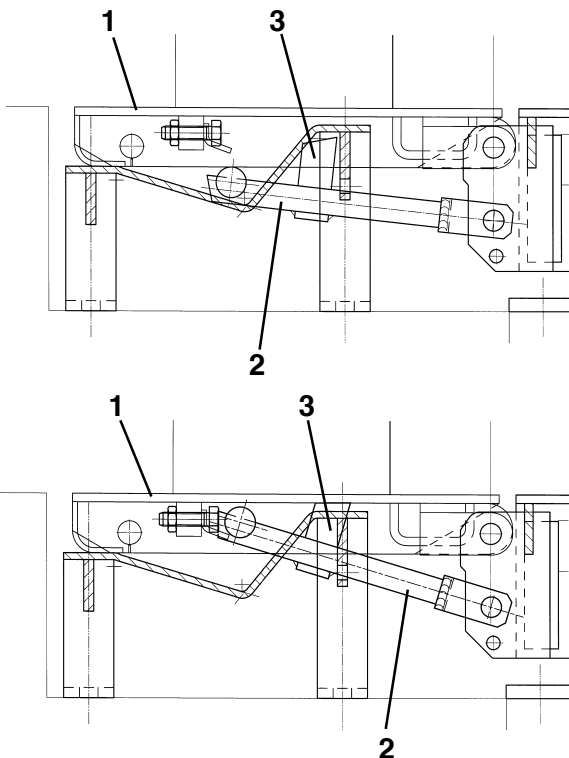

Fig. 24
N.B.: Quando si sollevano veicoli usando i tamponi in gomma posti sulle rampe 1 occorre assicurarsi che il supporto rampa 2 sia inserito (vedi Fig. 24). Per sapere questo osservare la banderuola 3: se è a filo pavimento si può sollevare con i tamponi sulle rampe, altrimenti occorre agganciare il supporto alla rampa stessa.
N.B.: When vehicles are lifted using rubber buffers placed on the ramps 1, check that the ramp support 2 is fitted (see Fig. 24). To check this, look at the flap 3: if it is on a level with the floor, you may lift with the buffers on the ramps, otherwise the support should be hooked to the ramp itself.
N.B.: Cuando se levantan vehículos usando los tampones de goma ubicados en las rampas 1 es necesario asegurarse que el soporte rampa 2 esté insertado (véase Fig. 24). Para saber esto se debe observar la banderola 3: si está a nivel del piso se
Anmerkung: Werden Fahrzeuge mit den Rampengummiaufnahmen 1 angehoben sicherstellen, dass die Rampenhalterung 2 eingesetzt ist (siehe Abb. 24). Um dies festzustellen, die Fahne 3 betrachten.
Remarque: pour soulever des véhicules en utilisant les tampons en caoutchouc situés sur les rampes 1, s'assurer d'avoir introduit le support de la rampe 2 (voir fig. 24). Ce contrôle est facilité par l'observation de la banderole 3: si elle est en droite ligne avec le sol, le levage avec les tampons des rampes est possible.